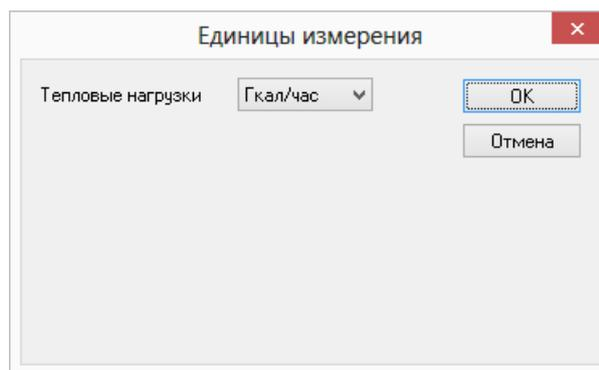

Рисунок 9.15. Окно переключения единиц измерения.
3. Откройте вкладку Сервис диалога ZuluThermo и нажмите кнопку Единицы измерения. Откроется диалог выбора единиц измерения (см. Рисунок 9.15, «Окно переключения единиц измерения.»);